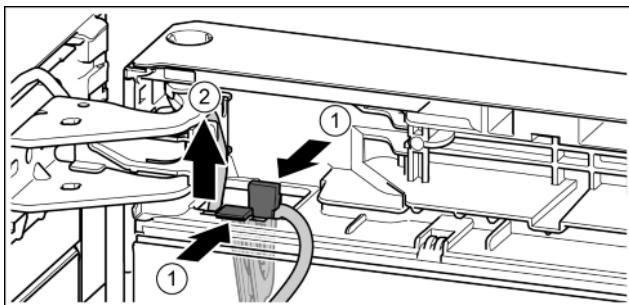

Fig. 25
- Натиснете езичето. Fig. 25 (1)
- Издърпайте кабелния държач с прикрепения към него кабел. Fig. 25 (2)